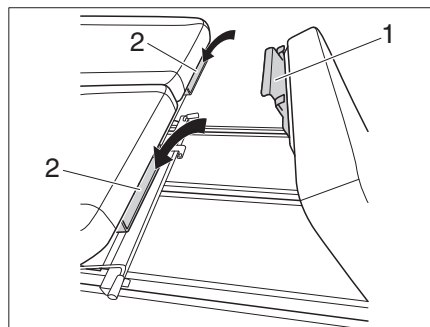

Fig. 4 Aggancio della prolunga del letto
- Agganciare le linguette (Fig. 4,1) della prolunga del letto alle staffe (Fig. 4,2) sotto il divanetto.